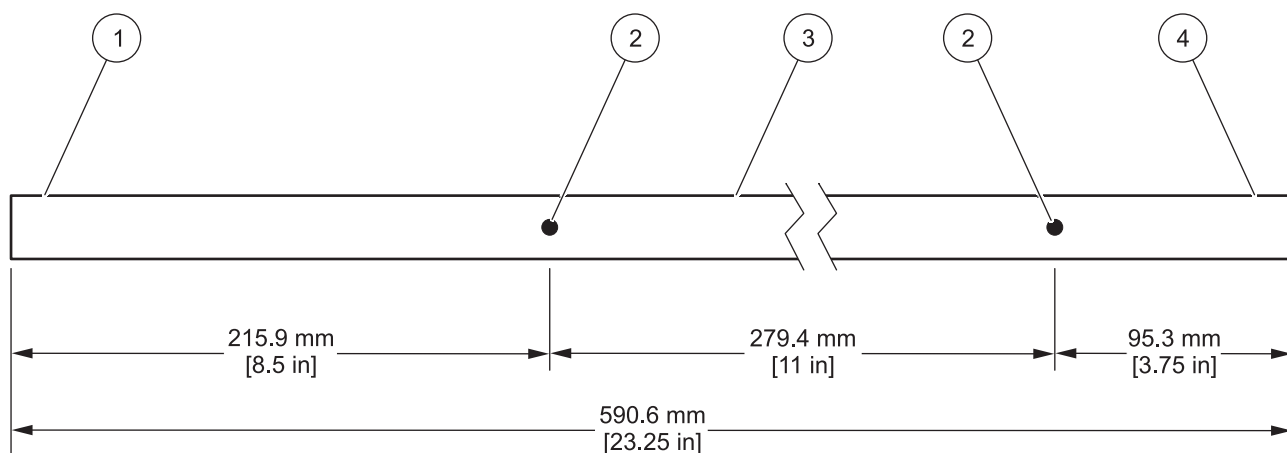

图 24 泵管 测量
2. 如果使用散装泵管, 请裁切一段 23.25 英寸泵管并在如图 24 所示的位置标记调准点。